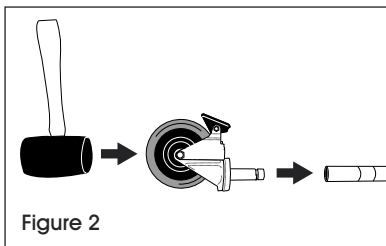

Figure 2
1. Ensure post is positioned as shown. (See Figure 2)
2. Engage the wheel brakes to keep casters from rolling during assembly. Use a rubber mallet to tap caster stems into posts. (See Figure 2)
1. Assurez-vous que le montant est placé comme illustré. (Voir Figure 2)
2. Enclenchez le frein des roues pour empêcher les roulettes de rouler pendant le montage. Utilisez un maillet en caoutchouc pour insérer la tige des roulettes dans les montants. (Voir Figure 2)